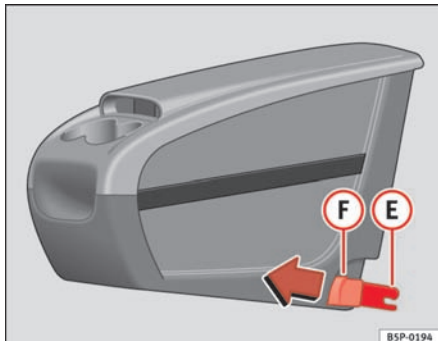
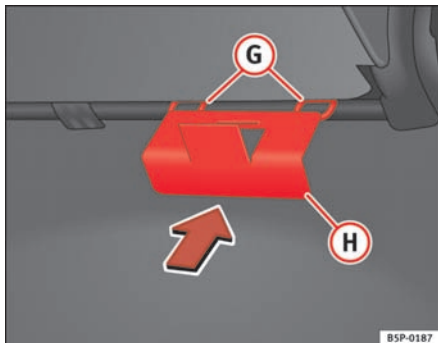

Fig. 109 Transportabel opbevaringsboks.
Fig. 110 Monteringsplade til transportabel opbevaringsboks
- Monter monteringspladen **(H)** ⇒ fig. 110 til den transportable opbevaringsboks inde fra kabinen fra bagsiden af sædet. Den skal monteres mellem ryglænet og sædet i det midterste sædeområde.
- Sæt begge monteringsstykker **(E)** ⇒ fig. 109 sammen med monteringsringene **(G)** ⇒ fig. 110, og tryk hårdt, indtil begge clips er klemt helt ind i ringene.
- Træk hver af knapperne ⇒ fig. 109 **(F)** på clipsen (røde knapper) fremad, indtil du kan høre, de er gået ud af hak.